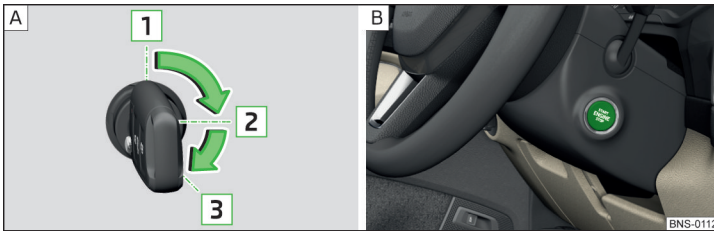

Abb. 250 Positionen des Fahrzeugschlüssels im Zündschloss / Starterknopf
Positionen des Fahrzeugschlüssels im Zündschloss » Abb. 250 - [A]
› Den Knopf drücken » Abb. 250 - [B], die Zündung wird ein-/ausgeschaltet.
- › Bei Fahrzeugen mit **Zündschloss** den Schlüssel in die Position **3** drehen » Abb. 250 auf Seite 216 - [A], es erfolgt der Startvorgang. Dann den Schlüssel loslassen, der Motor springt automatisch an.
- › Bei Fahrzeugen mit **Starterknopf** den Knopf kurz drücken » Abb. 250 auf Seite 216 - [B], der Motor springt automatisch an.
- › Bei Fahrzeugen mit **Zündschloss** den Schlüssel in die Position **1** drehen » Abb. 250 auf Seite 216 - [A].
- › Bei Fahrzeugen mit **Starterknopf** den Knopf drücken » Abb. 250 auf Seite 216 - [B], der Motor und die Zündung werden gleichzeitig ausgeschaltet.
› Den Knopf gedrückt halten » Abb. 250 auf Seite 216 -  oder zweimal innerhalb von 1 Sekunde drücken.